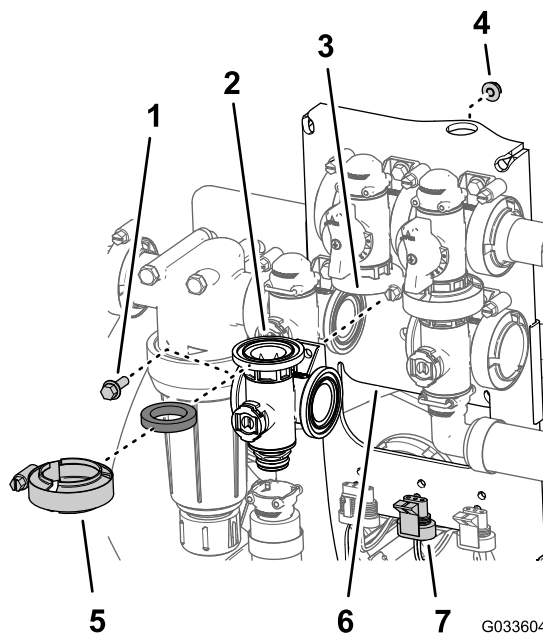

Figura 127
1. Aliniați flana supapei colector de agitare, o garnitură i flana supapei de bypass de agitare (Figura 127).
9. Montai supapa de agitare la suportul de montare a supapei cu urubul cu guler i contrapiulia cu guler pe (Figura 127) demontate la pasul 3 din Îndepărtarea supapei colector de agitare (Pagină 80) i strângerii piulia i urubul la un cuplu de 10 - 12 N·m.